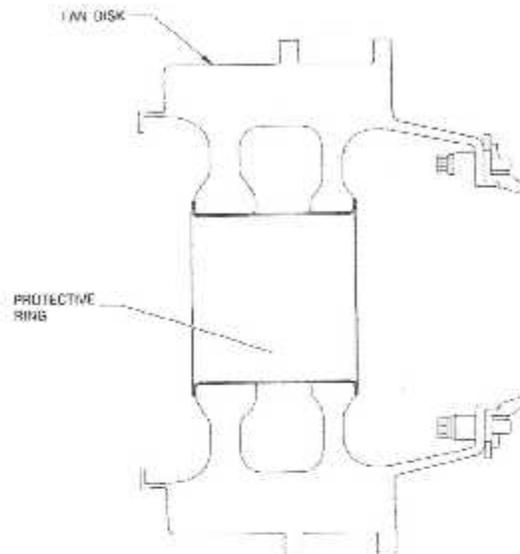

Fig.III. 15 : Installation de l'Anneau, 856A3907P01.
- c. Si ce n'est pas déjà installé, on installe l'Anneau, 856A01801P01 (fig. III. 15) comme suit : On engage la douille de protection dans l'alésage du disque Fan.